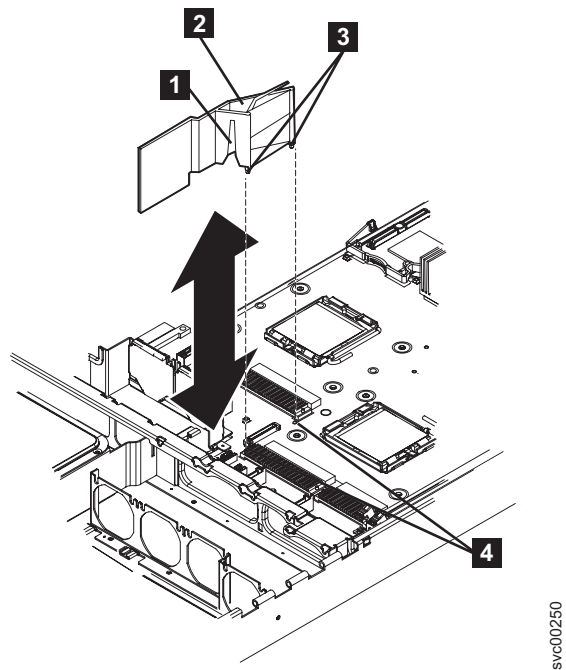

図 166. エア・バッフルの取り外し
6. エア・バッフル (517 ページの図 166の **2**) を除去します。